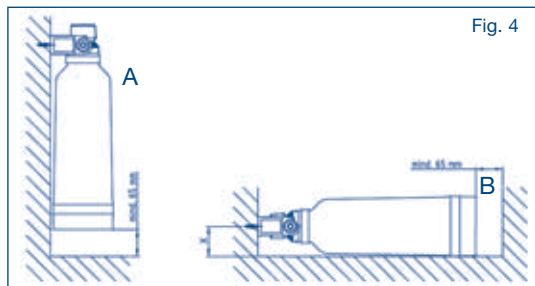

Fig. 4
2. El sistema de filtración se puede utilizar en posición vertical y horizontal (consulte la Fig. 4).
3. La distancia entre la bujía filtrante y el suelo, o la pared de enfrente, debe ser como mínimo de 65 mm para que disponga de espacio suficiente para su instalación (consulte las Fig. 4A y 4B). Al montar la bujía filtrante, para su funcionamiento en posición horizontal, tenga en cuenta que ésta tiene que apoyarse sobre el suelo. Distancia entre el soporte y el suelo X (consulte la Fig. 4 B) en el montaje en posición horizontal: